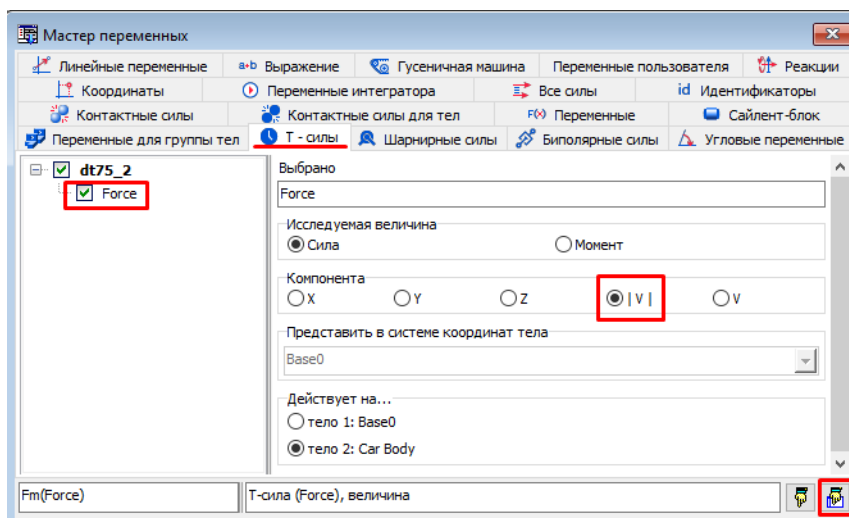

Рис. 25. Окно мастера переменных: добавление силы
- Выведем для наглядности силу на крюке на график и вектор силы в анимационное окно. Для этого выберите **Инструменты | Мастер переменных**, появится окно мастера переменных (рис. 25). В окне перейдите на вкладку **T-силы** и слева в списке сил поставьте галочку возле силы **Force**. В поле **Исследуемая величина** выберите **Сила**. В поле **Компонента** выберите модуль силы (**|V|**). В поле **Действует на...** выберите **тело2:Car Body** (рис. 25).
- При помощи кнопки **Отобразить переменную в новом окне**  (рис. 25) поместите переменную **Fm(Force)** в новое графическое окно. Разместите графическое окно так, как вам удобно.